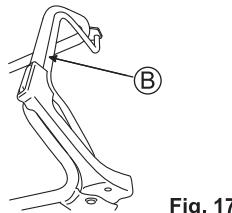

Fig. 17
4. Empurre o manipulo da embraiagem de acionamento (B) para a frente para começar a cortar. (Veja a fig. 17)